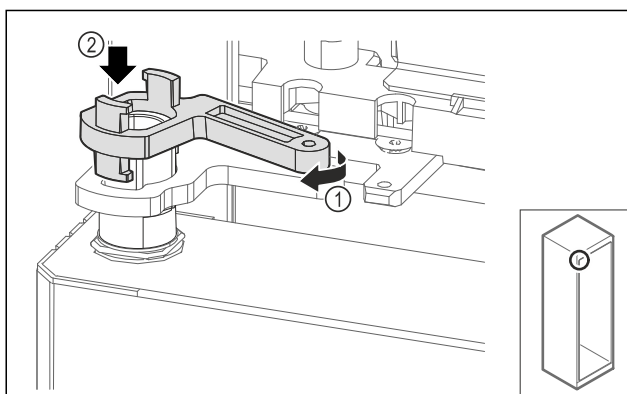

Fig. 58
- Girar ligeramente el bloqueo del soporte de cojinetes Fig. 58 (1) y colocarlo sobre el manguito Fig. 58 (2).